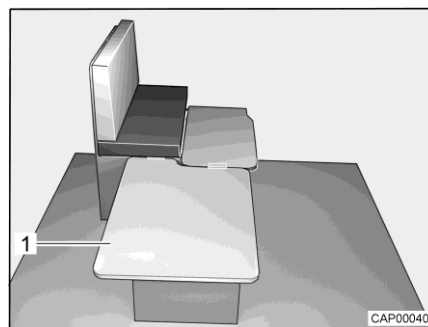

Fig. 49 Durante la transformación
- Enganchar la tabla de apoyo (Fig. 49,1) lateralmente en el banco y colocarla en la mesa.